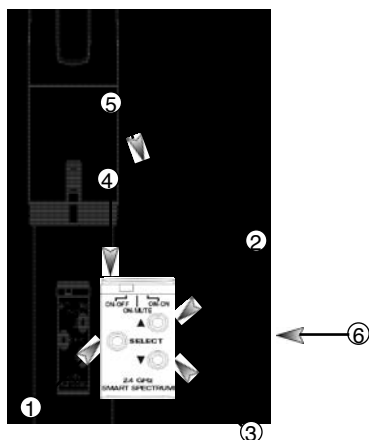
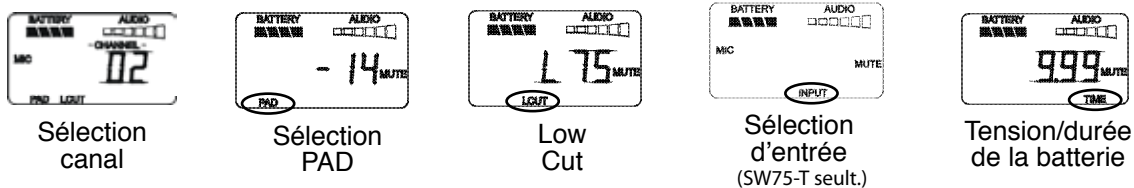

Fig. 4b : Les touches de réglage sur l'émetteur à main SW70-H1
Fig. 4g
Votre micro HF Sabine 2,4 GHz Smart Spectrum et l'émetteur proposent de nombreuses fonctions d'une grande puissance, facilement réglables et visibles sur l'écran LCD de l'émetteur. Les contrôles et écrans sont quasi-identiques sur les émetteurs à main et de poche, seul leur implantation diffère (comparez les Figures 4b & 4c). L'écran LCD et un sélecteur de contrôle se trouvent à l'extérieur des émetteurs. Une série de contrôles plus puissants sont rassemblés en retrait, sous la trappe d'accès à charnières, afin d'éviter toute modification accidentelle des réglages.
Lorsque l'émetteur est mis sous tension pour la première fois, il affiche un écran de test initial (Fig. 4f), puis l'écran par défaut (Fig. 4g). L'écran LCD revient également à l'écran par défaut quelques secondes après une modification des paramètres via les contrôles en retrait. L'écran LCD par défaut affiche toujours le canal de transmission, le niveau audio et la tension de batterie. Des informations supplémentaires apparaissent pour indiquer des modifications importantes, provoquées soit par des réglages utilisateur, soit automatiquement, lorsque le statut de l'émetteur change.
**CHAMP VALEUR DE PARAMÈTRE :** En mode par défaut, ce champ indique le CANAL D'ÉMISSION HF choisi sur l'émetteur. Utilisé conjointement avec la touche Select (voir figures 4b & 4c), ce champ indique aussi l'autonomie restante des batteries, en heures, et l'activation d'un filtre passe-haut dans les graves ou celle d'un atténuateur ou pad (voir Fig. 4g).
(Voir Fig. 4b, 4f & 4g)
tension fournie et l'autonomie de la batterie ('runtime', en heures). Chaque récepteur reçoit aussi des informations de l'émetteur associé, notamment la tension de la batterie, et visualise l'information sur son écran LCD (voir Figure 5b). Lorsque la tension atteint une valeur correspondant à une autonomie restante de 30 minutes, l'émetteur et le récepteur affichent des messages clignotants dans leurs écrans LCD. Pour anticiper la décharge des piles, vous pouvez vérifier le nombre d'heures d'utilisation sur l'écran LCD de l'émetteur (voir Section 4.2.2 et Figure 4g), ou dans le logiciel Remote Control.